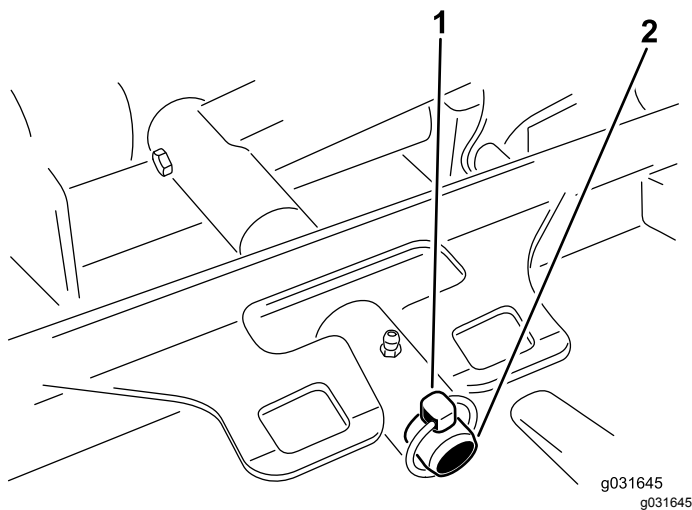

図 66
3. デッキのキャリアフレームを昇降アームのピボットピンに固定しているリンチピンまたはリテーナナットを外す 図 66。
3. デッキのキャリアフレームを昇降アームのピボットピンに入れ、リンチピンとリテーナナットで固定する 図 66。